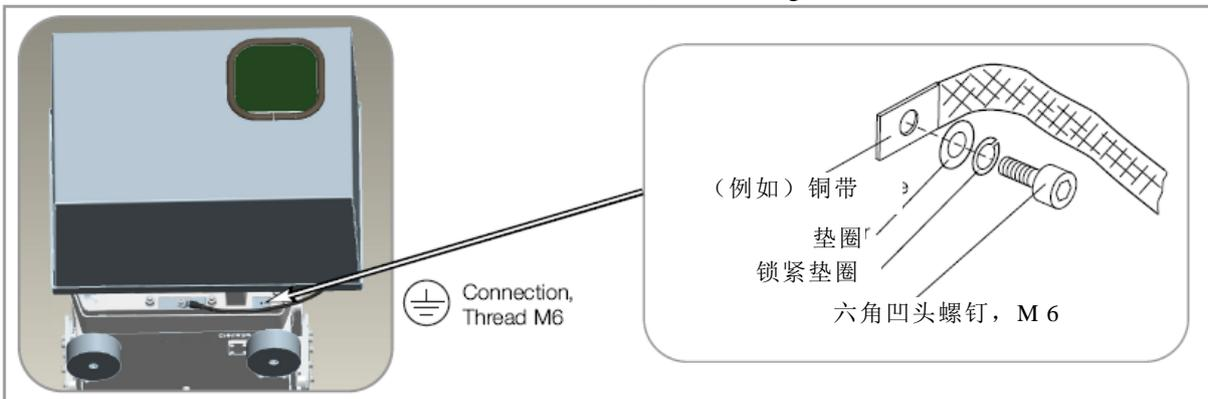

图 3.13 实现泵壳上电位均衡
- 接地线要尽量短。**变频器会造成漏电流**（典型情况下 < 10 mA）。如果主供电不平衡，漏电流可能超过 10mA，这时的保护接地导线必须至少有 10mm²；或者多安一条保护接地导线，其截面积至少与连接电缆一样粗。图 3.13 中可见连接点位置。
按图 3.13 中所示连接电位均衡导线。